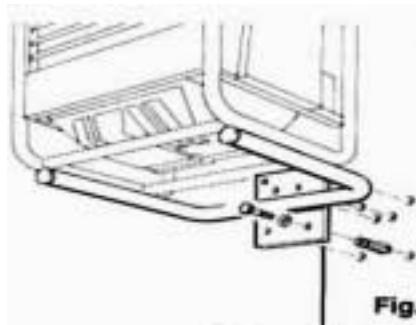

Fig.8
7.2. Verificati structura de rezistenta a peretelui (soliditatea si inclinarea) pe care se doreste fixarea consolei, in cazul in care este vorba despre un perete de caramida sau care nu este suficient de bine consolidat pentru a sustine greutatea aparatului numai cu dibluri, atunci se va folosi pentru instalare contraplaca din dotare drept suport al acestuia. Daca se doreste fixare aparatului deasupra unui soclu este bine sa folositi tablite cu buloane  $\phi$  12 pentru zidarie in ciment, acestea pot fi gasite in magazinele specializate (fig 8).